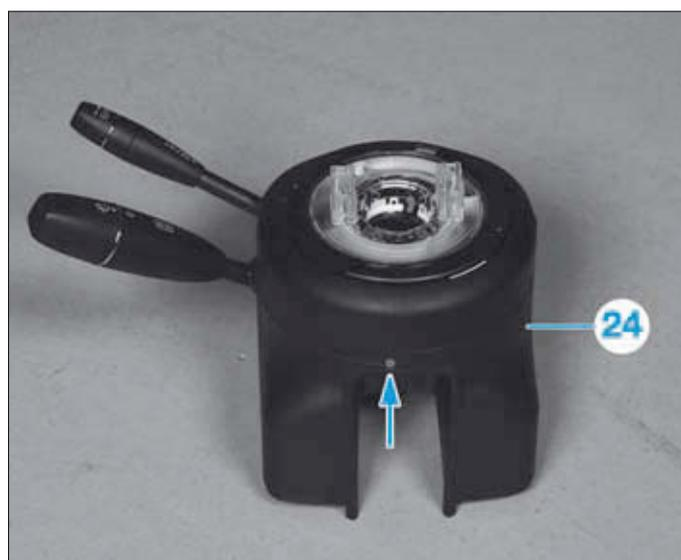

FIG. 34
- Enfoncer le module de jupe de direction (24) jusqu'à ce que l'affichage de montage (flèche) soit bien rentré (Fig.34).